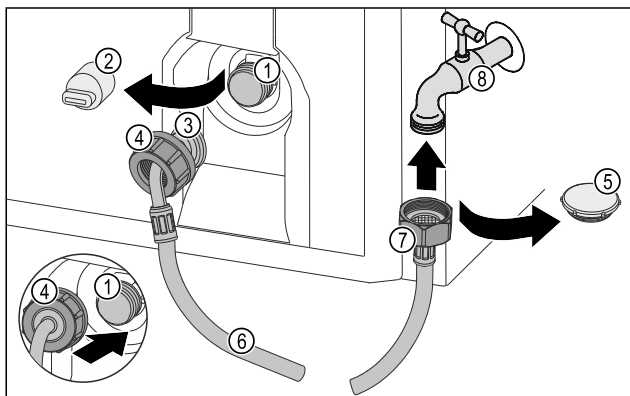

Fig. 32
- ▶ Wyciągnąć zatyczkę Fig. 32 (5).
- ▶ Prosty koniec węża Fig. 32 (7) nałożyć na zawór wody Fig. 32 (8).
- ▶ Dokręcić nakrętkę na prostym końcu węża Fig. 32 (7) w kierunku zgodnym z ruchem wskazówek zegara.